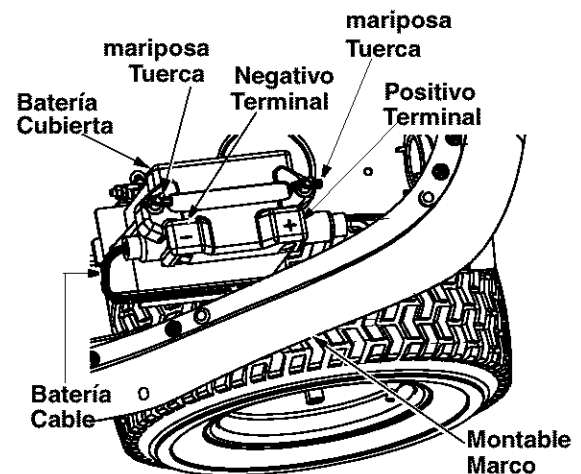

Figura 3
La batería se localiza bajo el cofre sobre la llanta trasera izquierda. Consulte Figura 3 .
2. Retire las palometas que sujetan la batería y cubierta a las varillas de la batería. Ver Figura 3 .
3. Retire los tapones rojo y negro de las terminales de la batería. Ver Figura 3 .
5. Una el cable rojo de la batería con la terminal positiva (marcada como +) y el cable negro de la batería a la terminal negativa (marcada con -) en la batería. Ver Figura 3 .